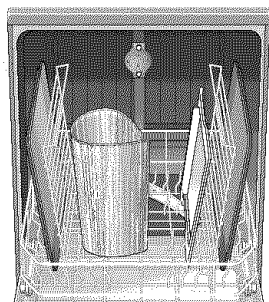

Figure 14/Ilus. 14
2. Place your extra tall item(s) in the lower rack as in Figure 14.
2. Placer le(s) article(s) très grand(s) dans le panier inférieur comme à la figure 14.
2. Cargue las piezas extra grandes en el estante inferior como muestra la Ilustración 14.